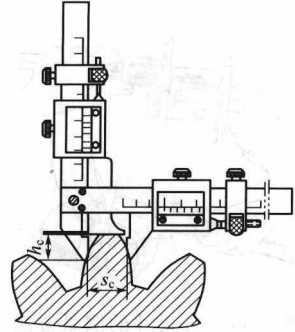

图 1-23 游标齿厚卡尺的使用
3) 游标齿厚卡尺的使用 游标齿厚卡尺是利用游标原理，以齿高尺定位，对齿厚尺两个测量爪相对移动分隔的距离进行读数的测量工具，如图 1-23 所示。用来测量齿轮的弦齿高度  $h_c$  和弦齿厚  $s_c$ 。这种游标卡尺由两根互相垂直的主尺和副尺（游标）组成。 $h_c$  的尺寸由齿高尺调整， $s_c$  的尺寸由齿厚尺调整。读数方法与游标卡尺相同。